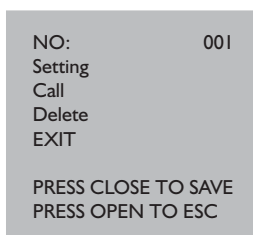

Fig. 1-3-2
- **Call:** Chamar a posição de Preset. (Fig. 1-3-2)